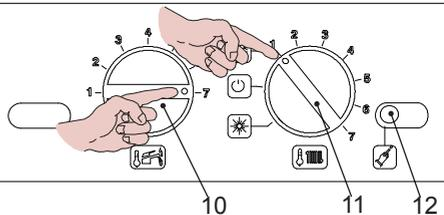

Fig. 8.2
- Posizionare il selettore 11 e la manopola regolazione sanitario 10 come in Fig. 8.2
- Per settare il Tipo di gas bisogna entrare in programmazione premendo per 15 secondi il pulsante di ripristino 12 in Fig. 8.2 fino alla comparsa del parametro **P01** sul display LCD; sul display LCD compare la seguente visualizzazione (la sequenza P01 si alterna ---)